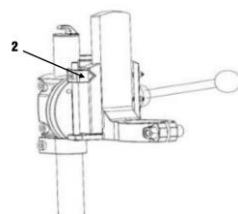

fig. 6
2. Ajustez la hauteur du collier de serrage à point (n° 2) pour contrôler la trajectoire de la perceuse (fig. 6).